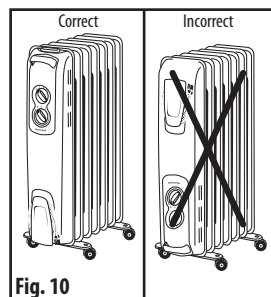

Fig. 10
- Vérifier que l'appareil de chauffage est assemblé correctement. Si l'assemblage ou le fonctionnement de l'appareil de chauffage ne sont pas adéquats, il pourrait se dégager une odeur de brûlé ou de la fumée (Fig. 10).